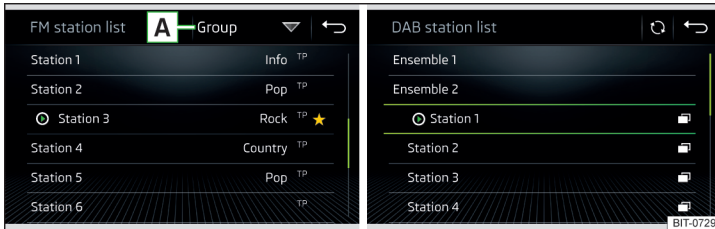

Abb. 140 Beispiel der Liste verfügbarer FM/DAB-Sender
- Zur **Sortierung** (FM) der Sender in alphabetischer Reihenfolge, laut Gruppe oder Genre, die Funktionsfläche » Abb. 140 antippen » .
- Zur **Filterung** der Sender nach dem Programmtyp (bspw. Kultur, Musik, Sport u. Ä.) in der FM-Senderliste (bei eingeschalteter RDS-Funktion) und der DAB-Senderliste (bei gewählter alphabetischer Sortierung der Senderliste) die Funktionsfläche » Abb. 140 antippen.
- ▶ Zur **manuellen** Aktualisierung die Funktionsfläche » Abb. 140 antippen.